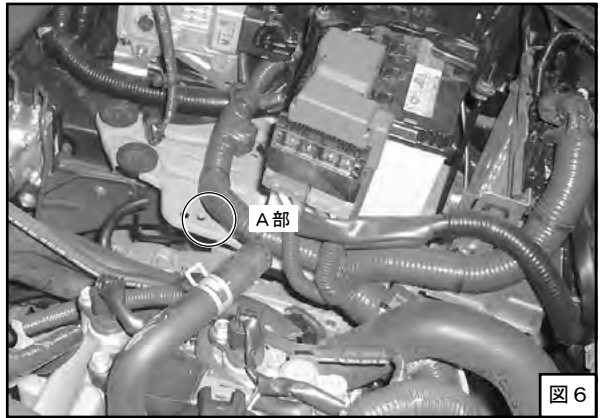
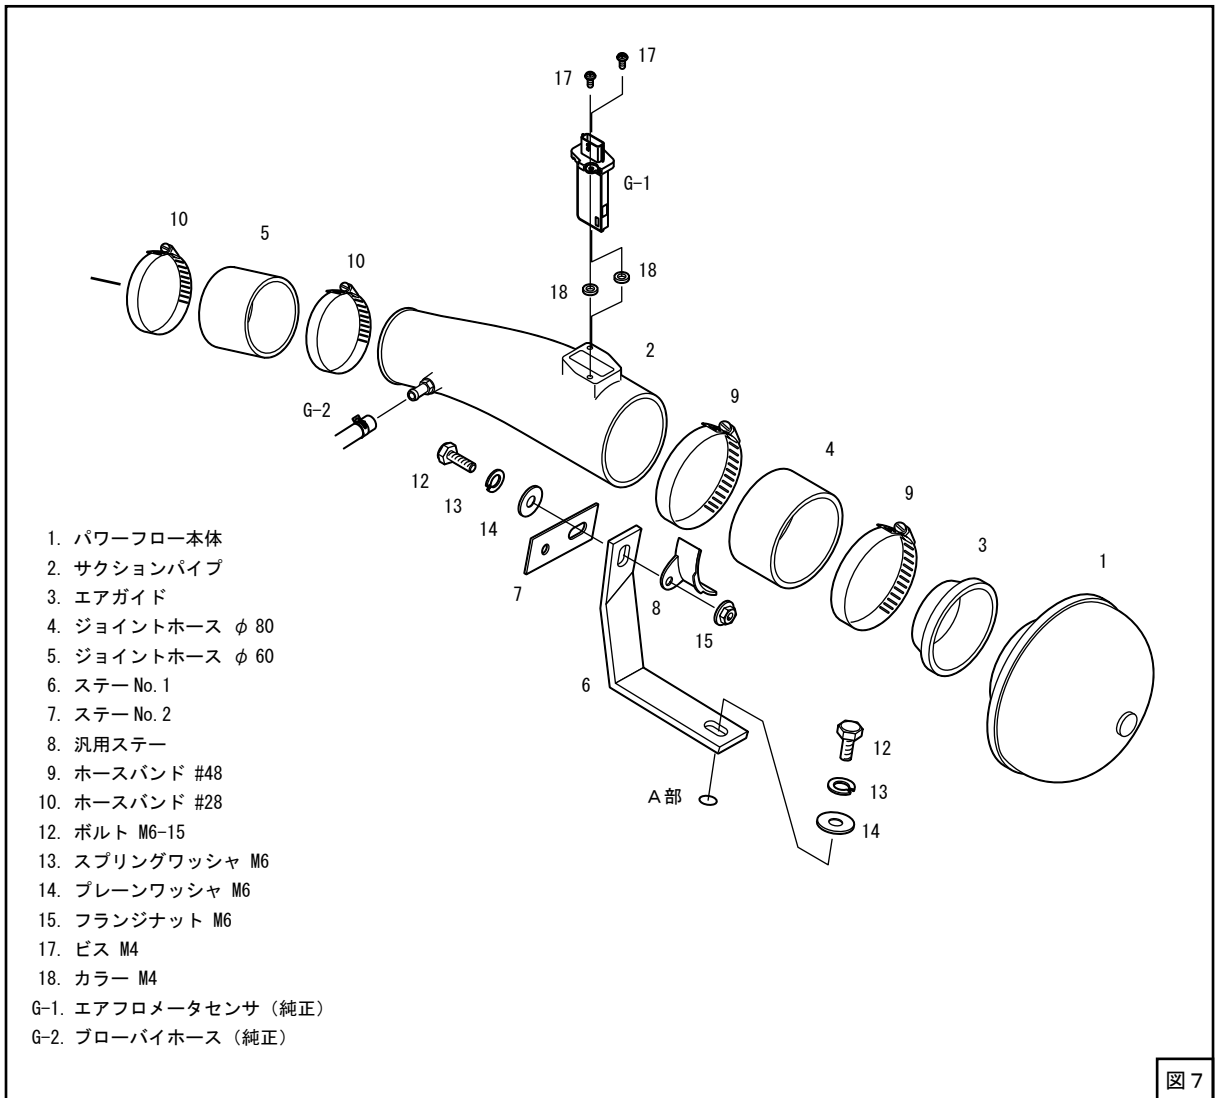

図 6
図 7
(締付けトルク 2.0 ~ 3.0N・m{0.2 ~ 0.3kg・m}) (図7)
- (3) パワーフロー本体にジョイントホースφ80を取付けてください。(図5、図7)
エアガイドとサクションパイプとの間に隙間を開けないようにしてください。(図6、図7、図8)